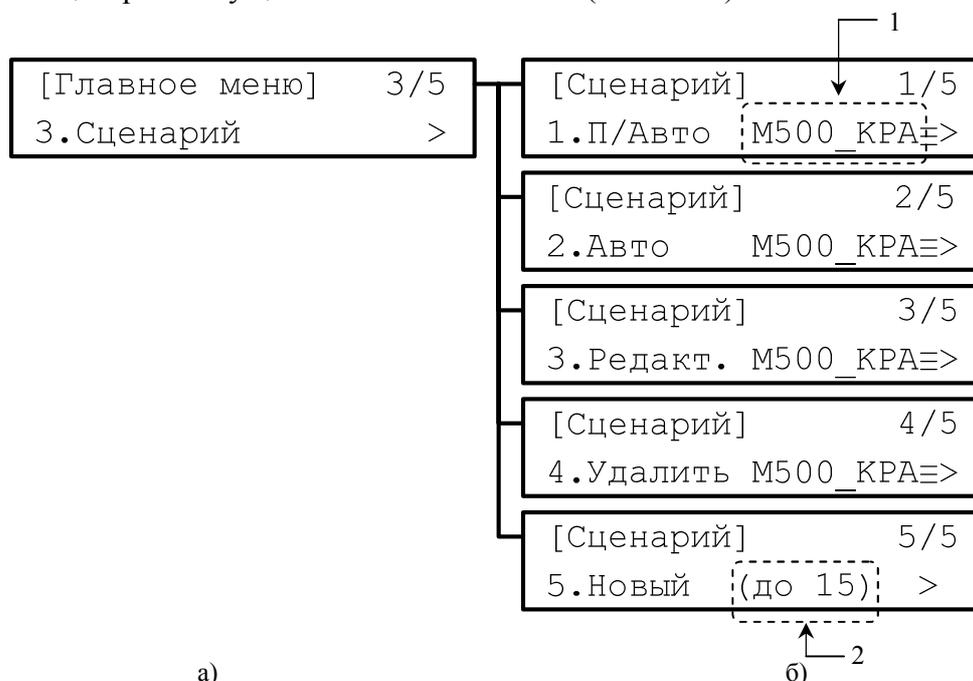
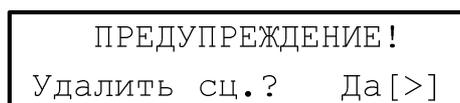

Рисунок 2.8.1
Рисунок 2.19.1
Меню «Сценарий» имеет пять пунктов (рис. 2.8.1, б):
«Новый» — создание нового сценария (при выборе данного пункта на экране в скобках указывается количество доступных к созданию сценариев (2) (рис. 2.8.1, б), максимум 20).
При выборе одного из пунктов 1 – 4 на экране отображается название текущего сценария (рис. 2.8.1, б). Кнопкой  (либо ) осуществляется вход в режим выбора имени сценария из списка имен ранее созданных сценариев, выбор желаемого сценария производится кнопками ,  (либо ). Повторное нажатие кнопки  (либо ) выводит из режима выбора имени сценария.
При выбранном пункте «Удалить» в меню «Сценарий» (см. рис. 2.8.1) кнопкой  (либо ) осуществляется вход в информационное окно, изображенное на рис. 2.19.1.
При выбранном пункте «Новый» в меню «Сценарий» (см. рис. 2.8.1) кнопкой  (либо ) осуществляется вход в окно ввода буквенно-цифрового имени нового сценария, которое содержит 8 символов (рис. 2.20.1).